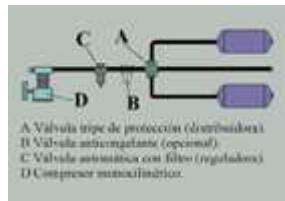

Fig. 47
- Circuito de alimentación. **(fig. 47)**.
Circuito de alimentación (fig. 47)